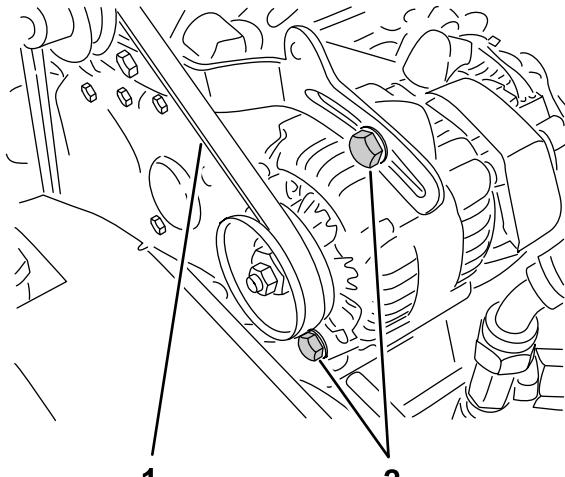

図 67
2. クランクシャフトとオルタネータのプーリ間の中央でベルトを指で押してベルトの張りを点検する押す力は 10 kg 程度(図 67)。
- A. オルタネータの取り付けボルト 2 本をゆるめる図 67。
- B. エンジンとオルタネータの間にバールを入れて適当な張りに調整し、取り付けボルトを締め付ける図 67。